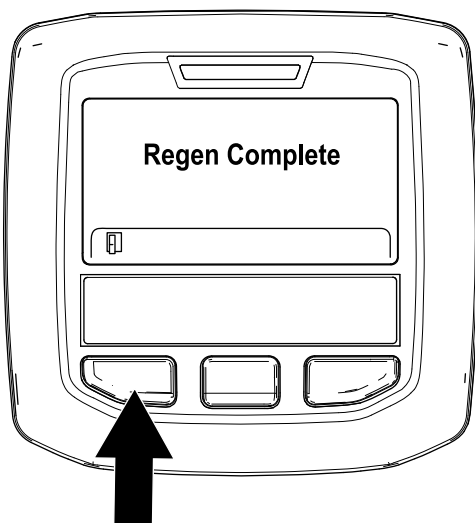

Рисунок 46
9. Когда регенерация с парковкой будет завершена, на дисплее инфо-центра появится сообщение «Regen Complete» («Регенерация завершена»). Нажмите левую кнопку, чтобы перейти на главный экран (Рисунок 46).